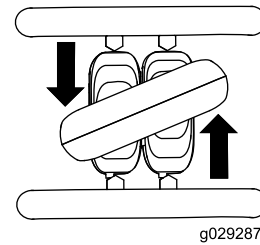

Bild 10
- Drehen Sie den Fahrmanipulator nach links, um nach links zu fahren (**Bild 10**).